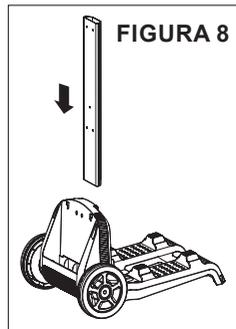

FIGURA 8
1. Deslice el soporte del mango en la parte superior del chasis y presiónelo con firmeza hacia abajo hasta que quede ubicado en el chasis. Ver **Figura 8**.